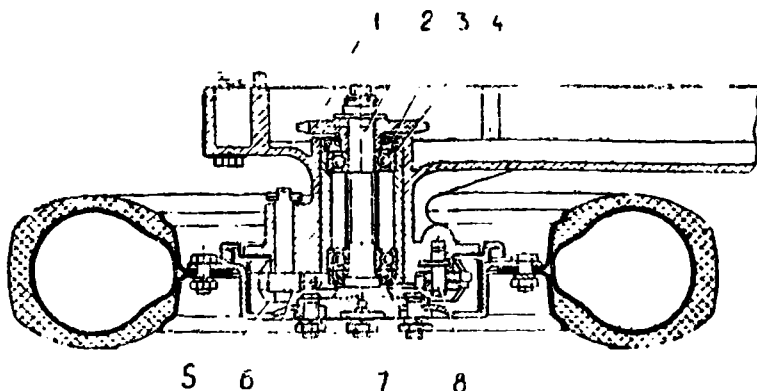

Рис. 27. Разрез ступицы заднего колеса.
Для разборки ступицы заднего колеса (см. рис. 27):
- свечным ключом выверните гайку 3 крепления шарикоподшипника (резьба левая) (см. рис. 27).